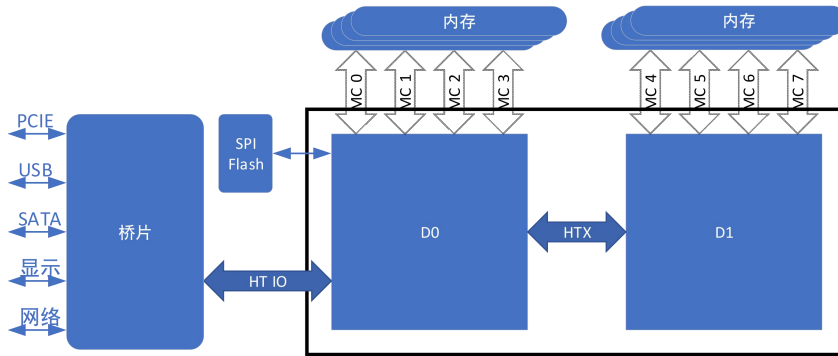

图 2-1 单处理器系统连接
- (1) 单路服务器，龙芯 3D5000 单处理器系统。使用 HT0 接口用于 IO 桥片连接。一种常见的连接方式如图 2-1 所示：